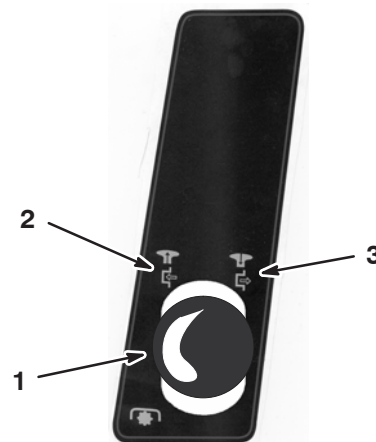

Figure 10
4. Désengagez la commande des lames (PDF) (voir la Figure 10).
5. Si le moteur est froid, placez la commande d'accélérateur en position Starter (Fig. 10).